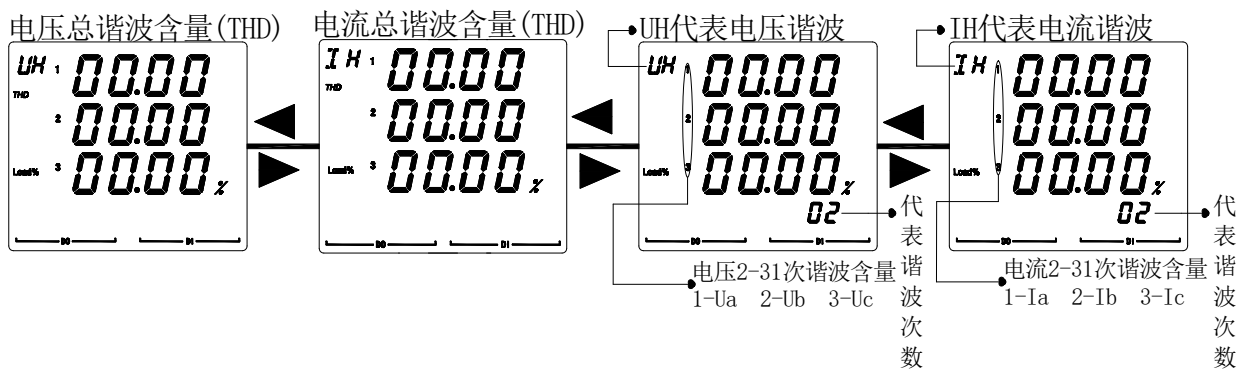

图 20
5.2.5 查看 DMY72L/96L 仪表的谐波参数步骤如图 20 所示